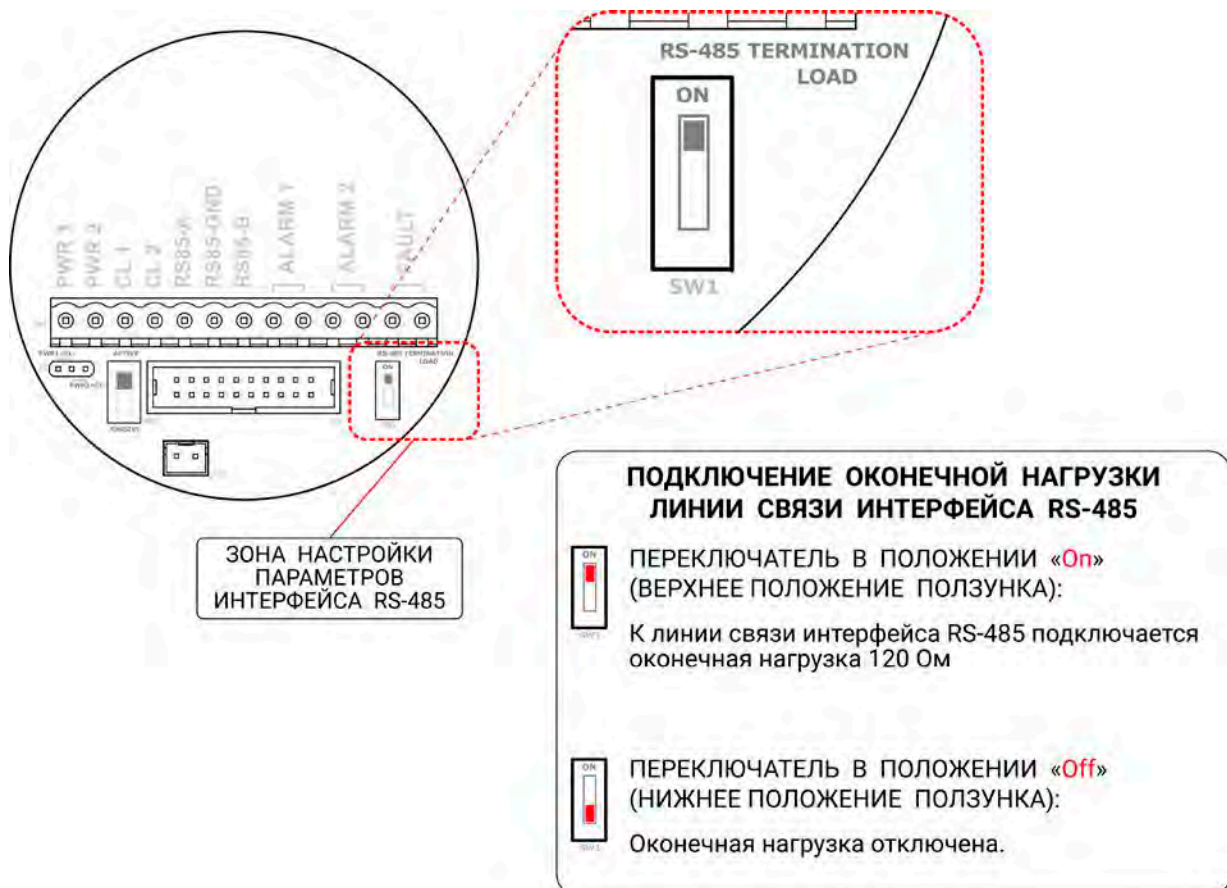

Рисунок 21 – Подключение оконечной нагрузки линии связи интерфейса RS-485
- для подключения по интерфейсу RS-485 установите (если требуется) оконечную нагрузку линии – сопротивление номиналом 120 Ом путём перевода выключателя SW1 в положение «On». Если интерфейс RS-485 не используется – оставьте переключатель SW1 в положении «Off» (см. рисунок 21).